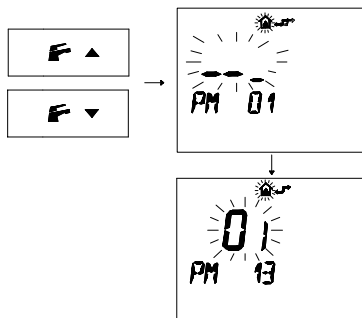

Figura 5.43
- Premere i pulsanti **F**▼ e **F**▲ per visualizzare la programmazione "PM13" modo pompa (Figura 5.43).